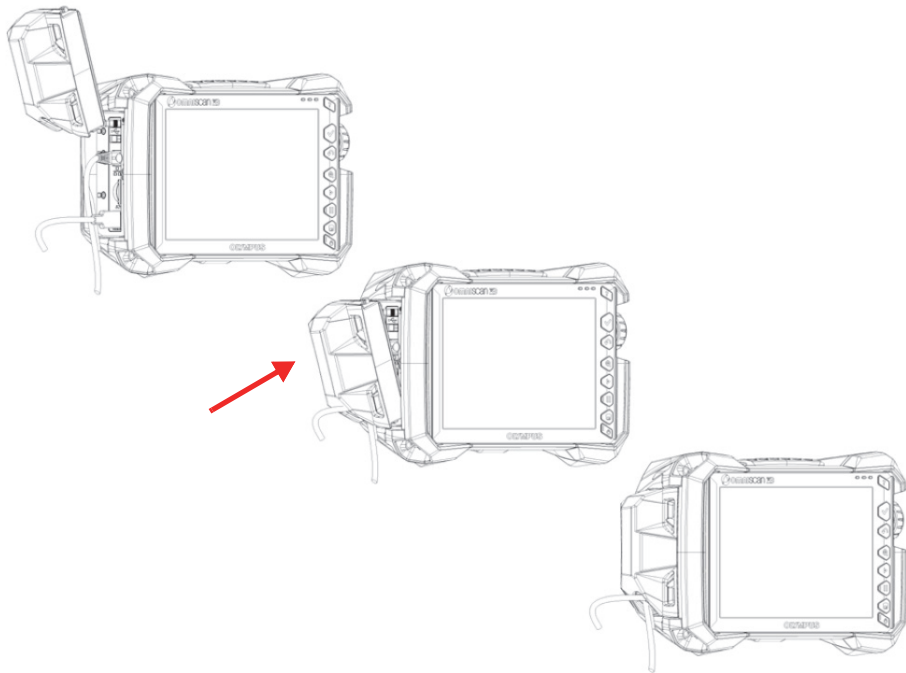

図 2-12 専用ドアのロック方法
4. 専用ドアを確実にロックしてください (38ページの図 2-12)。